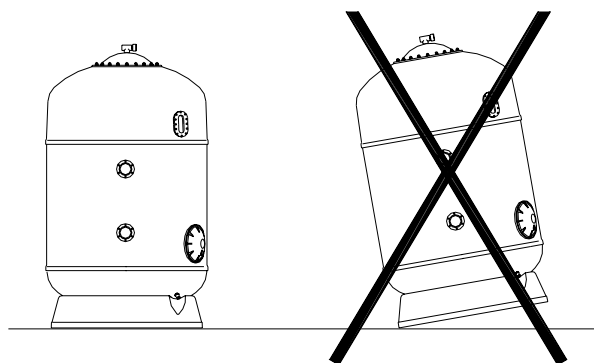

Fig. 2
- Installer les filtres sur leur emplacement définitif. Le socle sera posé au sol en position parfaite et sur un plan totalement horizontal. (fig. 2)